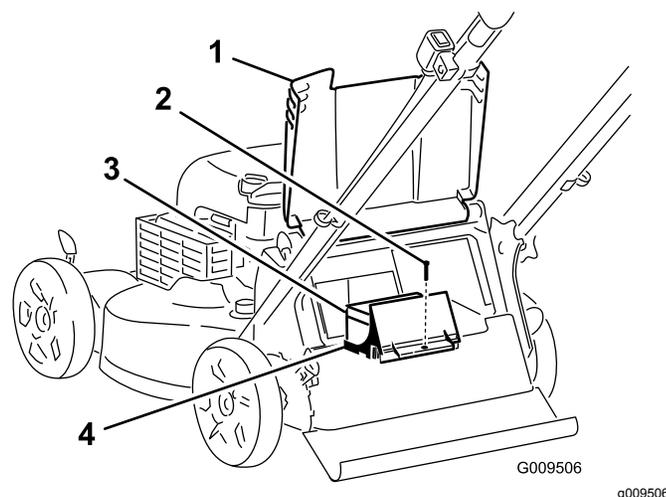
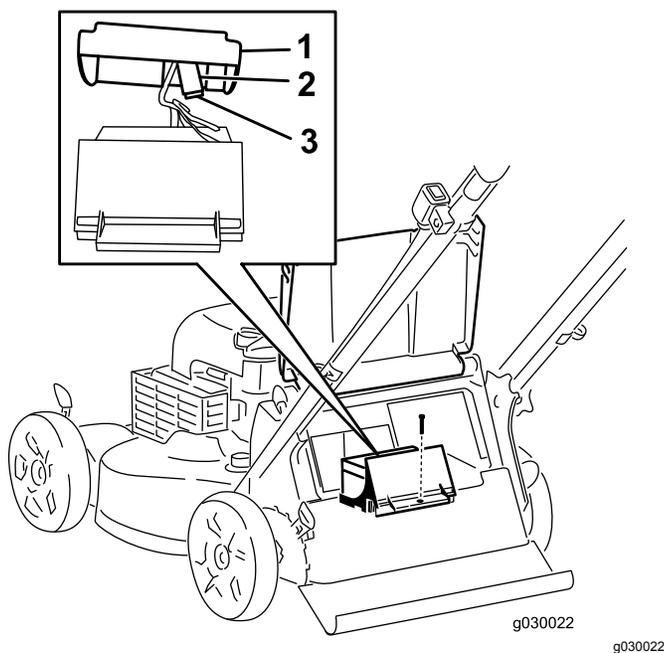

Figure 38
Figure 39
2. Soulevez le déflecteur arrière et localisez le logement de la batterie (Figure 38).
4. Enlevez la vis qui fixe le logement de la batterie, sortez la batterie et localisez le fusible (Figure 38 et Figure 39).
5. Remplacez le fusible dans le porte-fusible (Figure 39).